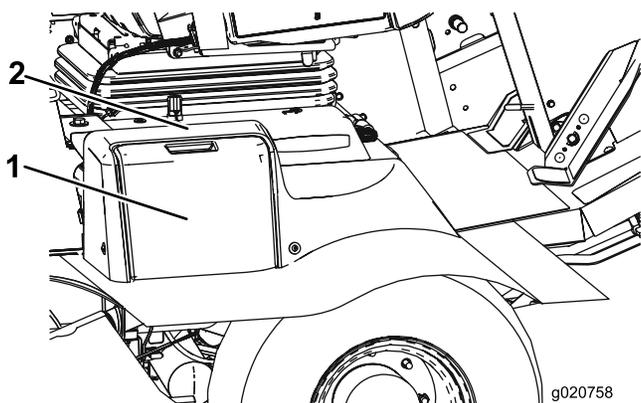

Figura 53
1. Aprite il coperchio della batteria (Figura 53). sul lato della copertura.
Nota: Premete sulla superficie piatta sopra il coperchio della batteria per facilitare la rimozione del coperchio (Figura 53).